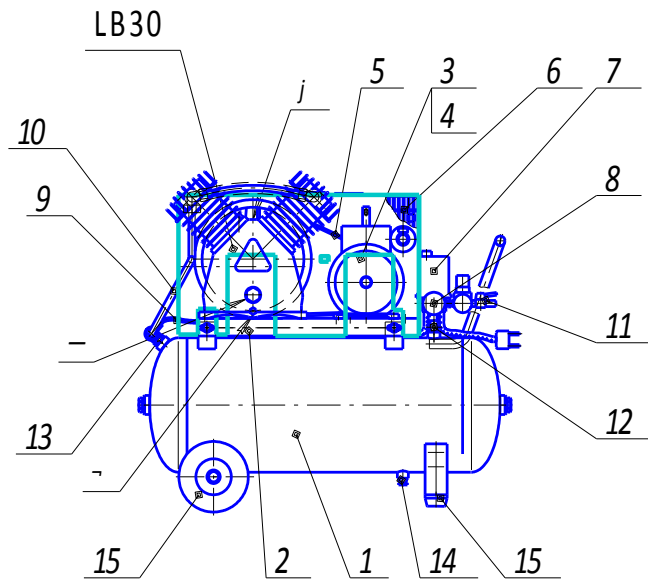
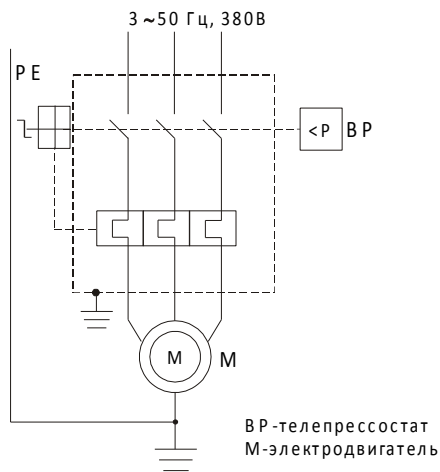

Рис. 1
Рис. 4
2.5. Общий вид компрессора представлен на рис. 1, 2, 3, схема электрическая принципиальная - на рис. 4, 5.
Примечание: Комплект колес и амортизаторов (поз. 15, см. рис. 1, 2, 3) и детали их крепления упакованы отдельно.
5.1. Компрессор (рис.1, 2, 3) состоит из следующих основных сборочных единиц и деталей: блока поршневого LB30, ресивера (воздухосборника) 1, платформы 2, электродвигателя 3 со шкивом 4, клиновых ремней 5, защитного ограждения 6, прессостата 7, манометра 8, воздухопровода сброса давления 9, нагнетательного
Смазка трущихся поверхностей деталей блока поршневого осуществляется разбрызгиванием масла. Заливка масла в картер производится через отверстие в крышке блока цилиндров А (см. рис. 1, 2, 3) после снятия сапуна, слив масла - через отверстие в днище картера, закрытое пробкой В. Уровень масла должен находиться в пределах красной метки смотрового стекла С.
Ресивер (воздухосборник) 1 (см. рис. 1, 2, 3) служит для сбора сжатого воздуха, устранения пульсации давления, отделения конденсата и масла. Ресивер является также корпусом, на котором смонтированы узлы и детали компрессора.